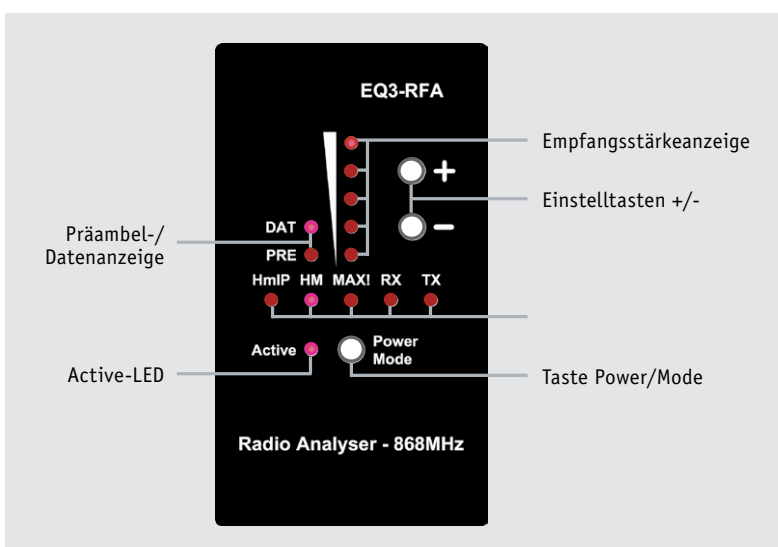

Bild 1: Überblick über die Anzeige- und Bedienelemente des Funk-Analysers 868 MHz
Der Radio Analyser (Bild 1 zeigt den Überblick über dessen Bedien- und Anzeigeelemente) wird mit 2 Mignon Batterien (AA) betrieben und ist daher sehr mobil einsetzbar. Durch einen langen Druck des Power/Mode-Tasters von mindestens 2 Sekunden wird das Gerät ein- und ausgeschaltet.